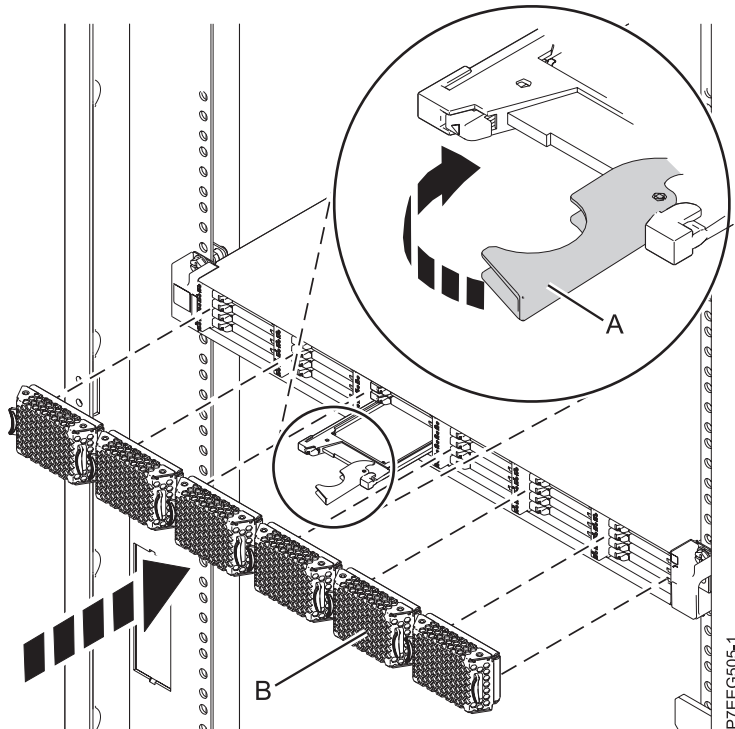

Figure 12. Installation d'une unité SSD dans l'armoire de stockage PCIe ED/R1
1. Avec la poignée en position déverrouillée, alignez l'unité SSD avec les rails de guidage dans le boîtier. Voir figure 12, à la page 22.
3. Tournez la poignée de verrouillage (A) pour la mettre en position verrouillée, comme indiqué à la figure 12, à la page 22.
4. Installez le panneau (B).